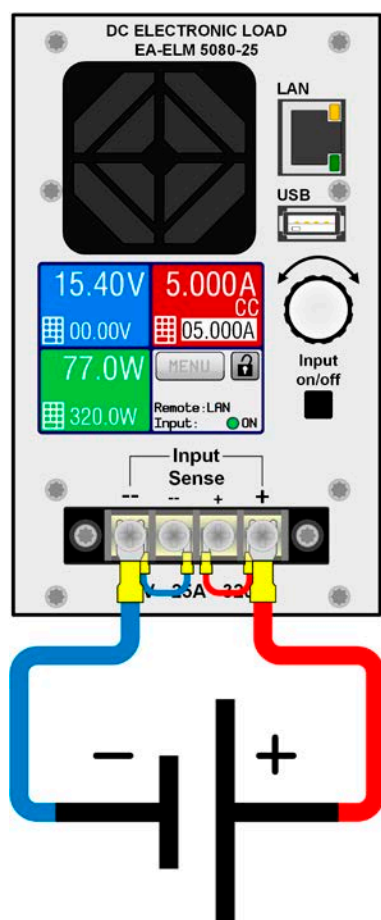
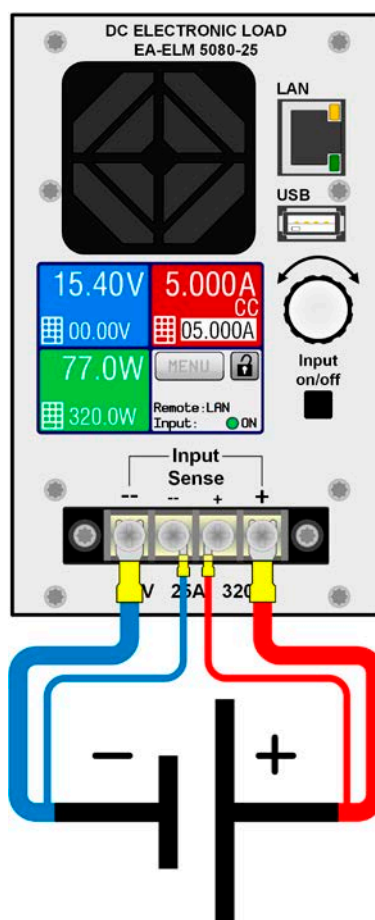

图 10 - 无感测线的直流端连线范例
图 11 - 感测线连到电压源的直流端连线范例
- 感测线跟源极之间要+与+，-与-相连，否则会损坏两个系统。见图 11。
两种方案的连线范例，请参考图 10与图 11。